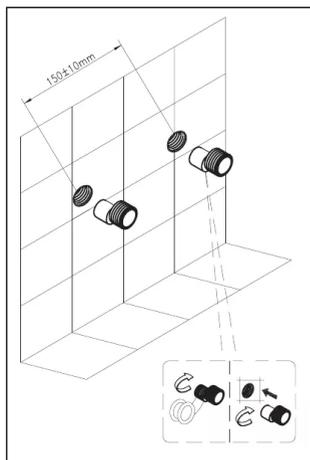

Рис. 5
2. Винтите эксцентрические переходники в выходы трубопроводов системы водоснабжения, предварительно уплотнив резьбовую часть изоляционным материалом и обеспечив расстояние 150 мм между осями эксцентриков. При этом положение смесителя должно быть горизонтальным (Рис. 5).